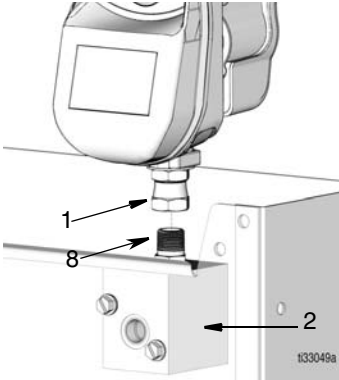

FIG. 12
5. Instale a válvula de distribuição calibrada no compartimento do bar de óleo conectando o acessório (1) da válvula ao bocal (8) na tubagem (2), como demonstrado em FIG. 12. Aperte firmemente.